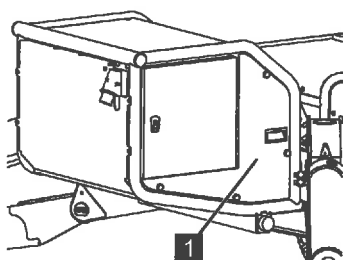

Abb. 167
2. Die Abdeckung (Abb.167/1) abschrauben.